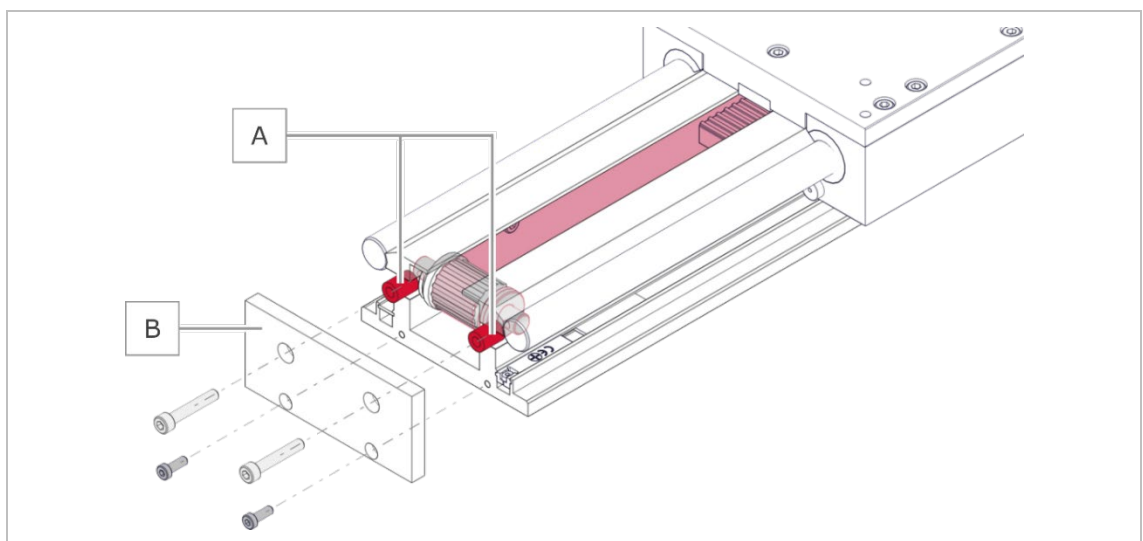

Abbildung 6 Distanzbuchsen für die Riemenspannung
- (6) Falls notwendig, erhöhen Sie die Riemenspannung durch Abdrehen der Distanzbuchsen (siehe Abbildung 6, unten) stufenweise, bis der Diagrammwert annähernd erreicht wird.
- (6) Falls notwendig, erhöhen Sie die Riemenspannung durch Abdrehen der Distanzbuchsen (siehe Abbildung 6, Seite 7) stufenweise, bis der Diagrammwert annähernd erreicht wird.
- (6) Falls notwendig, erhöhen Sie die Riemen­spannung durch Abdrehen der Distanzbuchsen (siehe Abbildung 6, Seite 7) stufenweise, bis der Diagrammwert annähernd erreicht wird.